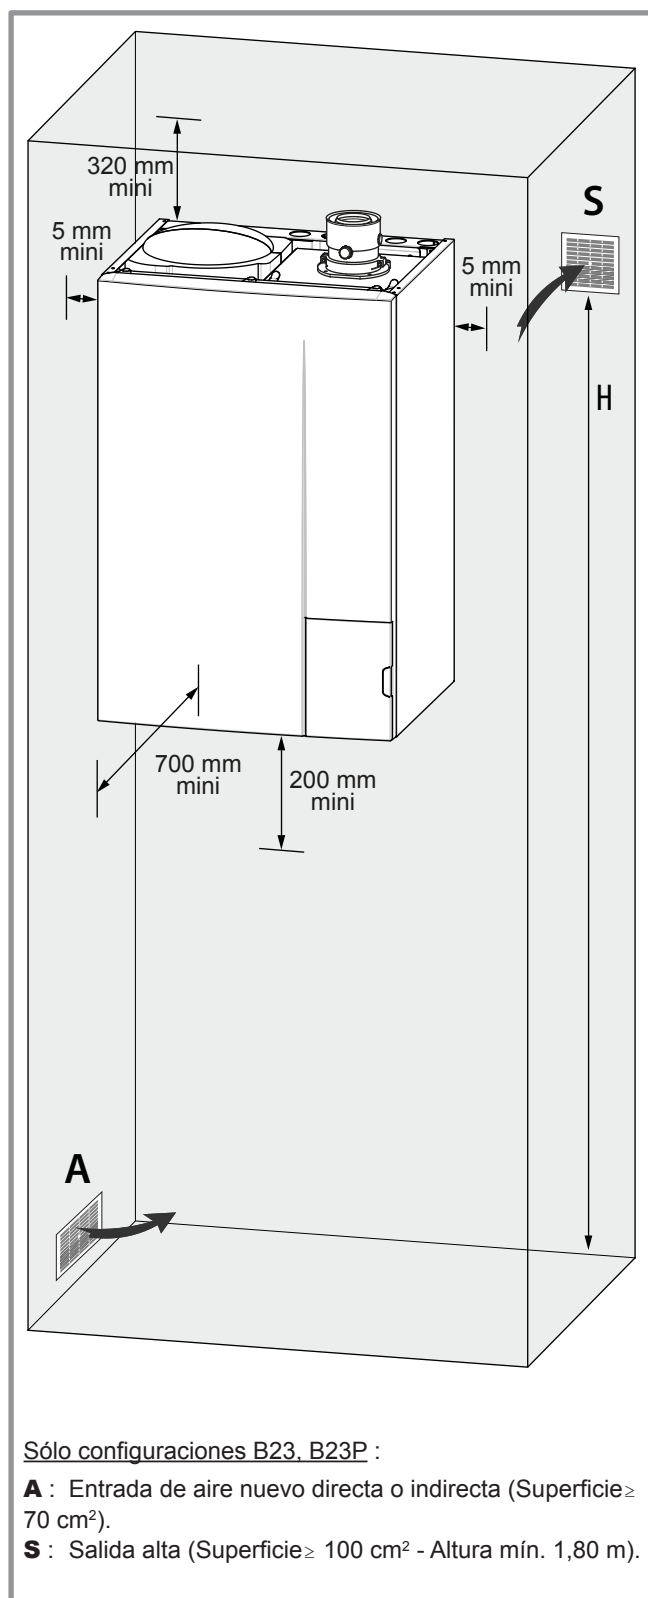

figura 8 - Distancias mínimas de instalación
Dimensiones, vea figura 8, página 14.
- Para facilitar las operaciones de mantenimiento y permitir el acceso a los diferentes componentes, se aconseja prever un espacio suficiente alrededor del aparato (figura 8).